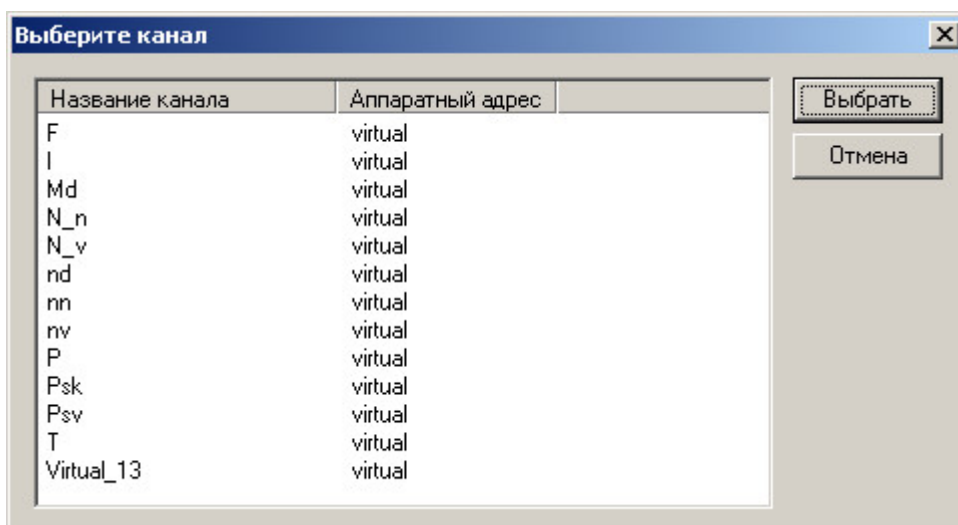

Рис. 7-24 Окно выбора канала
- При помощи кнопки  открывается окно **Выбор канала** (Рис. 7-24), где необходимо выбрать нужный канал. Его название отобразится в поле **Канал**.